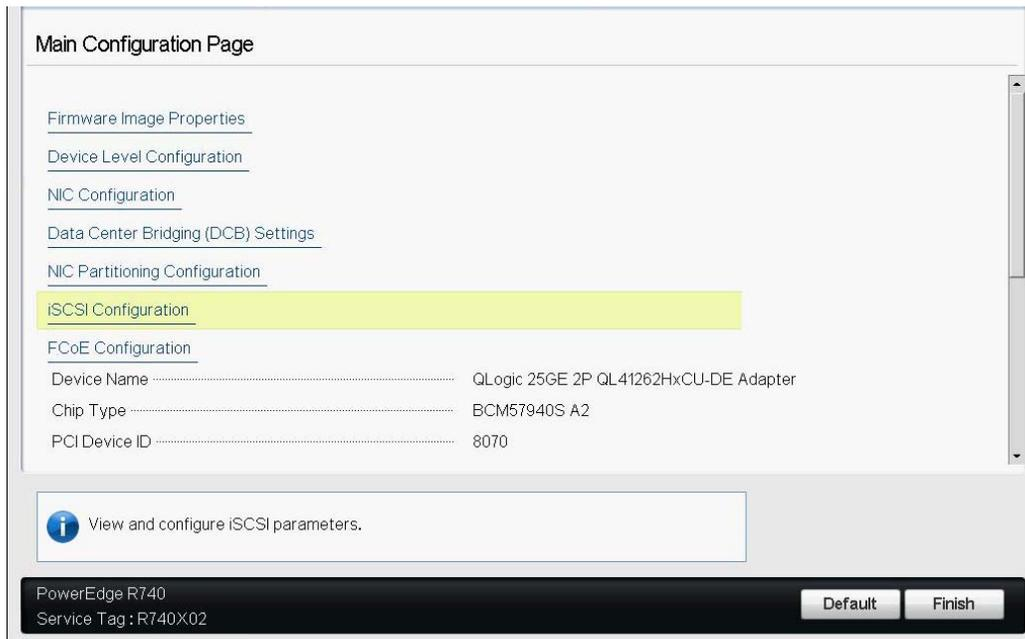

Abbildung 9-6. Systemeinrichtung: iSCSI-Konfiguration
1. Wählen Sie auf der Seite **Main Configuration** (Hauptkonfiguration) die Option **iSCSI Configuration** (iSCSI-Konfiguration) (Abbildung 9-6) aus und drücken Sie dann auf „ENTER“ (Eingabe).